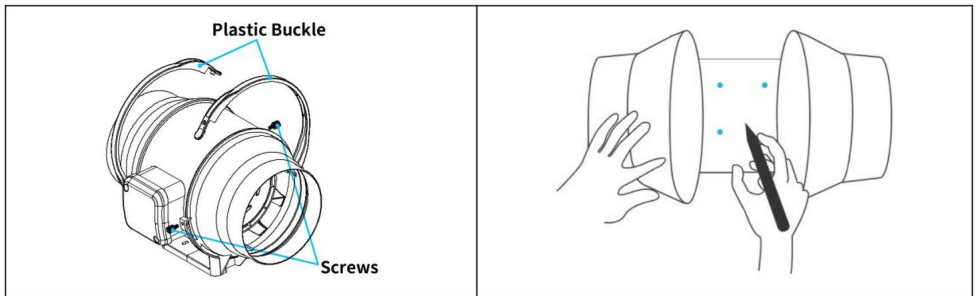

Fig.3.
3. Använd flänsfästet för att ställa in önskad fläktposition. Markera de fyra monteringshålén. Se (Fig.3.)